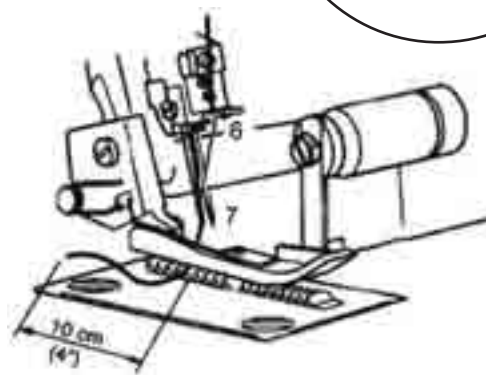

Bild 33
5. För tråden genom nålsögat på vänster nål (7) (bild 33).
6. Dra tråden bakåt och lägg den under pressarfoten ②.